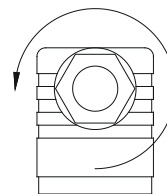

Fig. 7
- ↳ Desserrer le passe-câble à vis ⑤ M16x1,5 (→ Fig. 7).